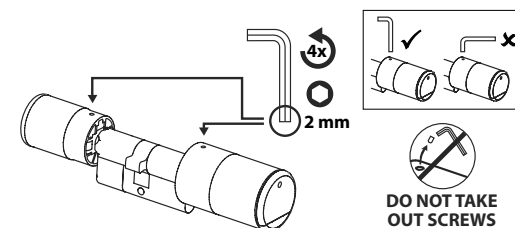

Fig. 2
- ② El pomo exterior y el interior se aprietan y aflojan mediante un tornillo prisionero que se encuentra en el pomo giratorio. Afloje los tornillos prisioneros de los dos pomos con las correspondientes llaves Allen que se adjuntan (Fig. 2).